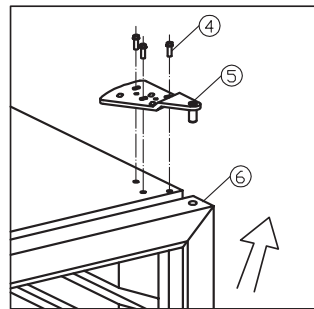
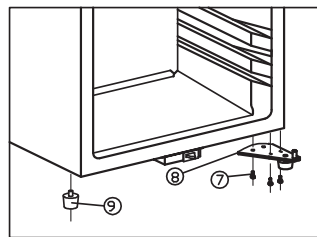

fig. 7.2
fig. 7.3
- Mens du støtter døren, løses og fjernes tophængsel og døren løftes af. Se fig.7.2
- Afmonter bundhængslet (8)
- Afmonter den høje kabinetsfod (9) fra venstre side og monter den igen i modsat side. Se fig.7.3